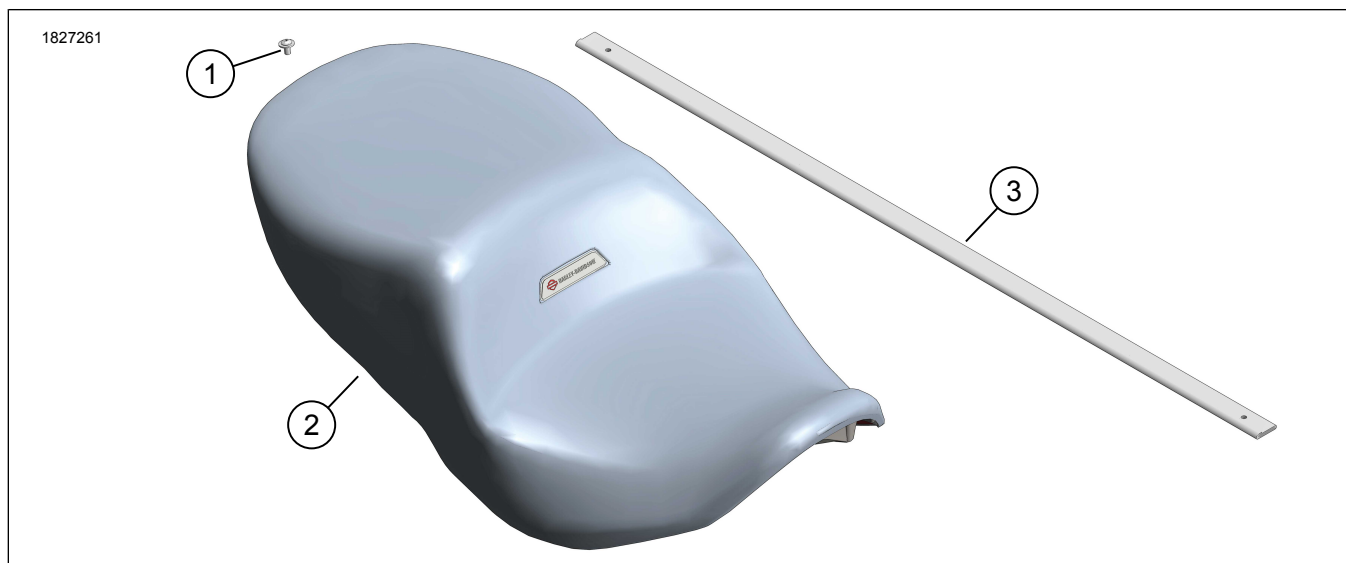

図1。キット内容: 暖房および冷却シート
7. 図1を参照してください。シートスクリュー(1)を取り付けます。締め付ける。